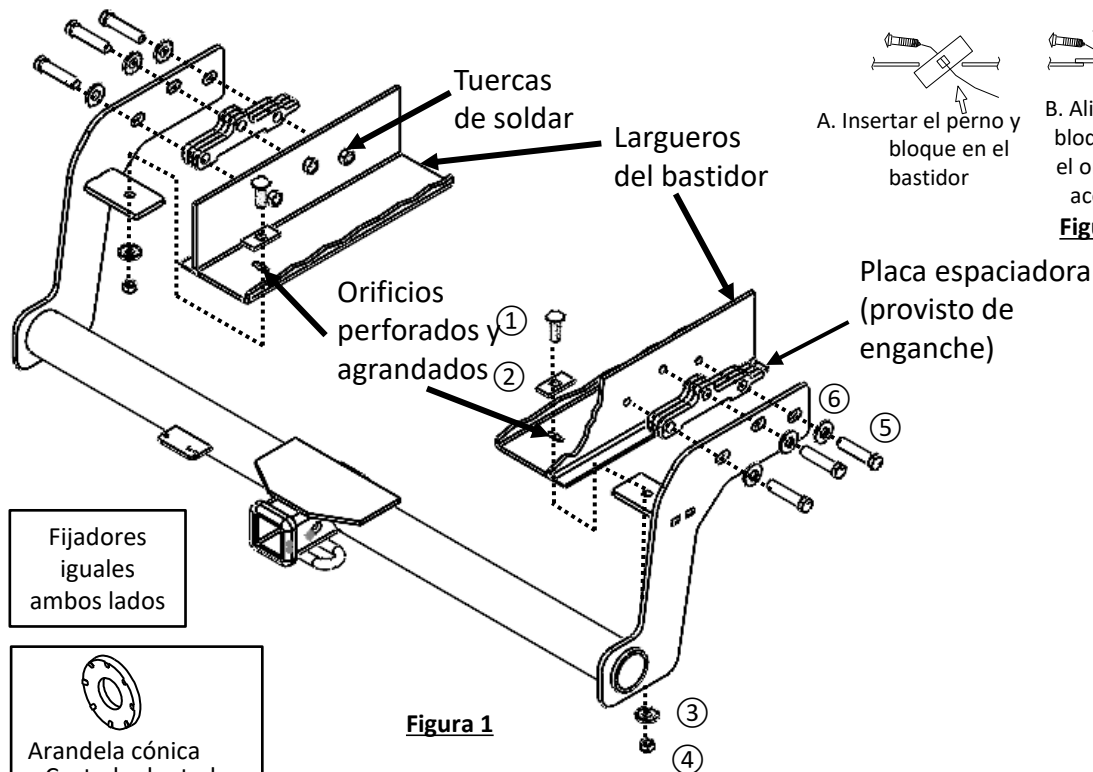
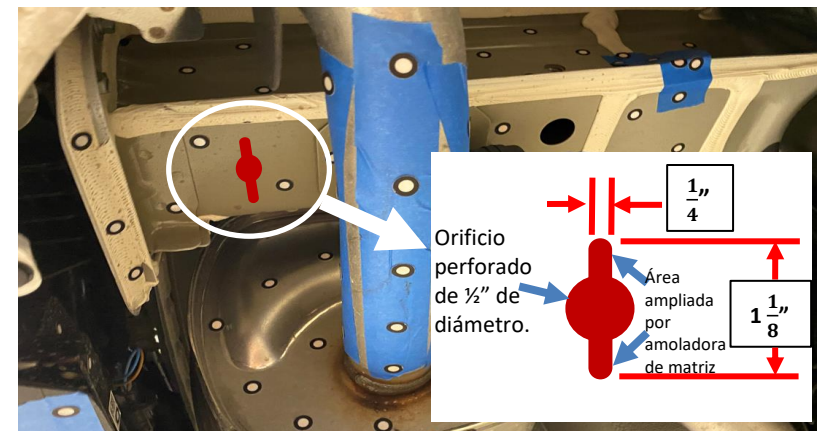

Figura 1
Figura 2
- Bajar el escape:** Con un destornillador de cabeza plana, quitar los (6) remaches plásticos de la parte inferior de la fascia en el lado del pasajero y repetir lo mismo para el lado del conductor. Con un alicate para extraer el colgante del escape, quitar (1) colgante de goma más posterior, por lado. Rocíar un lubricante o agua jabonosa en los colgantes de goma permite deslizar los pasadores de metal más fácilmente. Bajar los silenciadores del escape halando suavemente de la fascia inferior. **NOTA: Tener cuidado de que el escape esté apoyado correctamente antes de quitar los colgantes de goma.**
- Perforar y agrandar los orificios:** Quitar los adhesivos de los orificios de las tuercas de soldar en el larguero del bastidor, si los hay. Usar un cepillo metálico para limpiar las tuercas de soldar, si es necesario. Elevar el enganche a su posición con placas espaciadoras y asegurar temporalmente el enganche con todos los pernos M12 (5). Usar un marcador para marcar un punto de perforación en los largueros del bastidor inferiores basados en el centro del orificio del soporte de enganche, ambos lados. Ver **Figura 1**. Asegurarse de que el enganche quede recto con la ubicación marcada. Bajar el enganche y usar el taladro para perforar un orificio de ½" en la ubicación marcada, por lado. Usar una amoladora de matriz para agrandar los orificios e insertar el bloque (2) en los largueros del bastidor del vehículo, en ambos lados, como se muestra en la **Figura 2**.
2. Perforar y agrandar los orificios: Quitar los adhesivos de los orificios de las tuercas de soldar en el larguero del bastidor, si los hay. Usar un cepillo metálico para limpiar las tuercas de soldar, si es necesario. Elevar el enganche a su posición con placas espaciadoras y asegurar temporalmente el enganche con todos los pernos M12 (5). Usar un marcador para marcar un punto de perforación en los largueros del bastidor inferiores basados en el centro del orificio del soporte de enganche, ambos lados. Ver **Figura 1**. Asegurarse de que el enganche quede recto con la ubicación marcada. Bajar el enganche y usar el taladro para perforar un orificio de $\frac{1}{2}$ " en la ubicación marcada, por lado. Usar una amoladora de matriz para agrandar los orificios e insertar el bloque (2) en los largueros del bastidor del vehículo, en ambos lados, como se muestra en la **Figura 2**.